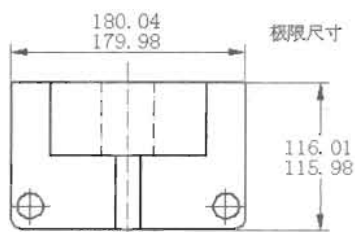

图 10-24
- 极限尺寸：在“上偏差”和“下偏差”文本框中键入上、下偏差值，程序将使用所提供的正值和负值计算包含实际测量值中的最大和最小尺寸，如图 10-24 所示。